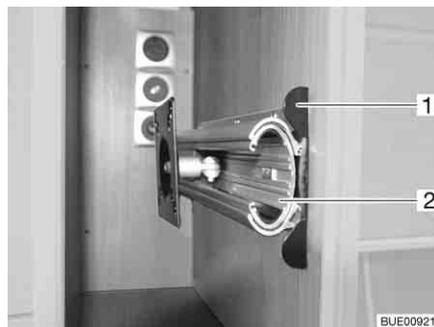

Bild 45 Halterung im TV-Schrank
- Entriegelungsleiste (Bild 45,1) hineindrücken.
- Auszug (Bild 45,2) bis zum Anschlag herausziehen.
- Auszug (Bild 45,2) einschieben, bis die Entriegelungsleiste (Bild 45,1) einrastet.